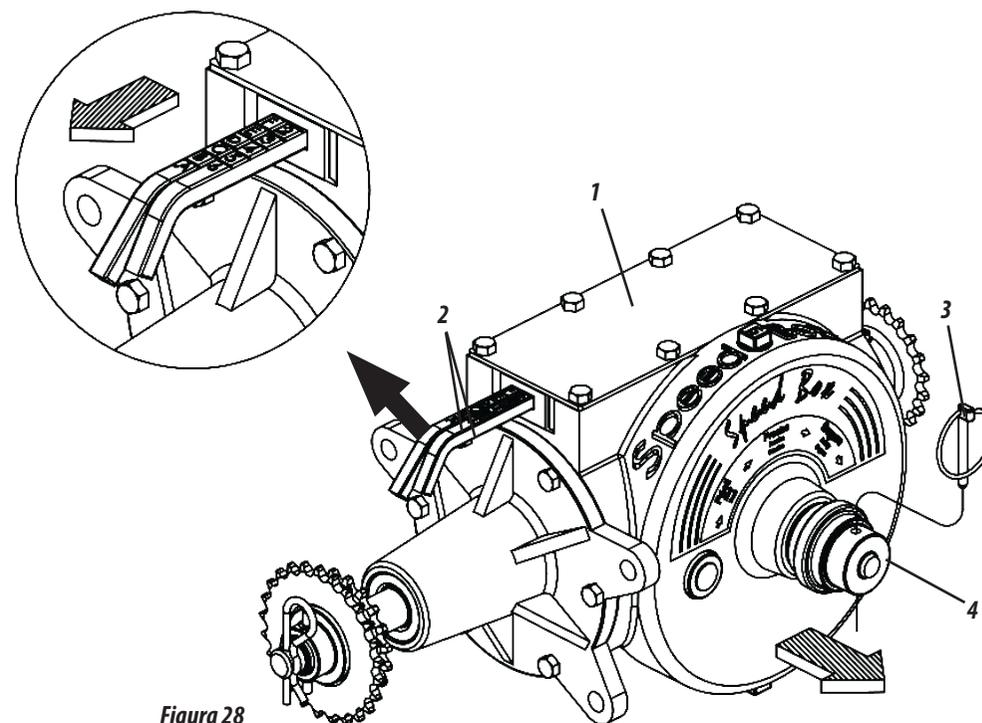

Figura 28
## SPEED BOX ( FIGURA 28 )
- 1- Seleccione la cantidad deseada en las Tablas y verifique la combinación correspondiente en las palancas (2). **Ejemplo:** Posición **F2** en la tabla, indica que la palanca con letras debe estar en la posición "**F**" y la palanca con números debe estar en la posición "**2**", **como se muestra en la Figura 28.**
- 2- Para mover las palancas, retire el bloqueo (3), tire de la manija (4) y luego ajuste las palancas como se muestra arriba. Al terminar la combinación, devuelva la manija (4) y reemplace la cerradura (3).